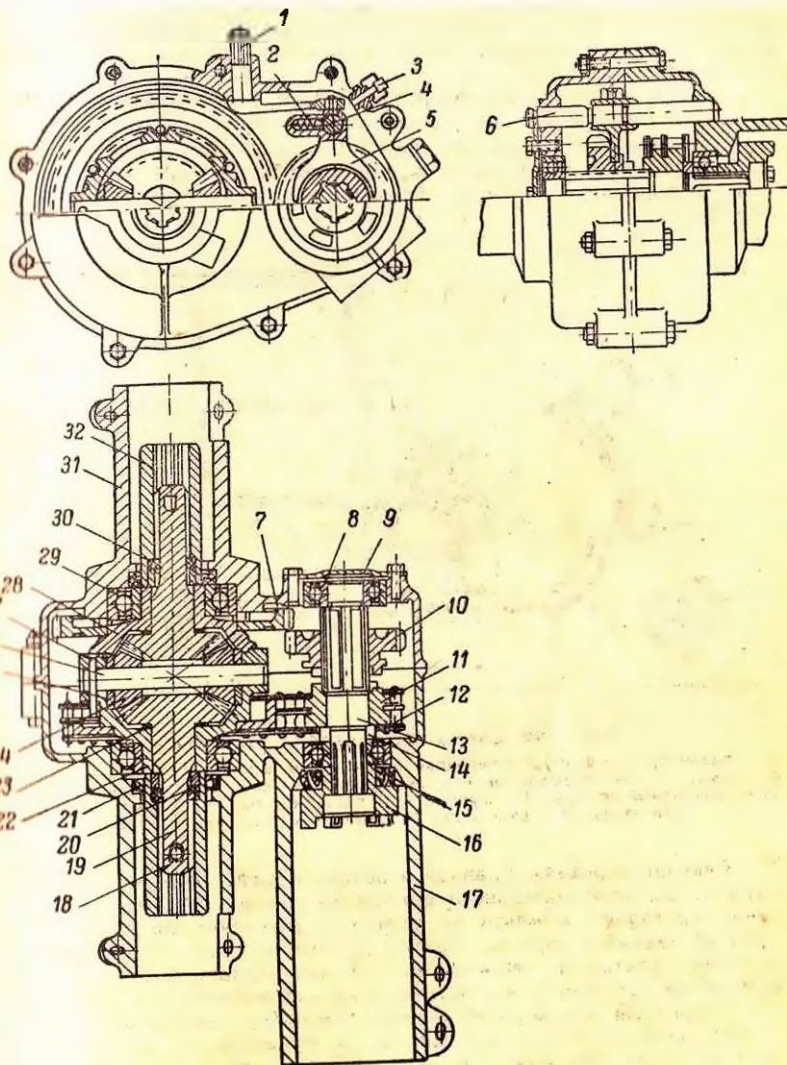

Рис. 149. Главная передача грузового мотороллера „Вятка“:
**Главная передача.** Главная передача и дифференциал (рис. 149) служат для дополнительного понижения числа оборотов, распределения крутящего момента на колеса и переключения с переднего хода на задний и обратно. Картер состоит из левой 31 и правой 17 половин, отлитых из алюминиевого сплава. Правая половина двумя приливами крепится к кронштейну ходовых валиков и к двигателю.